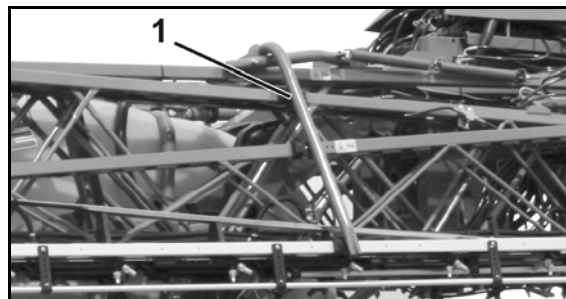

Fig. 9
- Bloqueio de transporte (Fig. 9/1) na armação Super-L contra uma articulação involuntária para fora